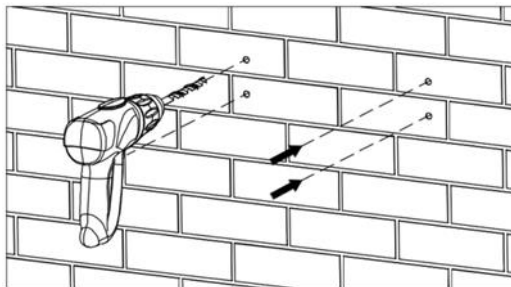

Figura 4.7 Foraj
- (2) Faceți 4 găuri de instalare pe perete cu burghiu electric. După cum se arată în Figura 4.7.